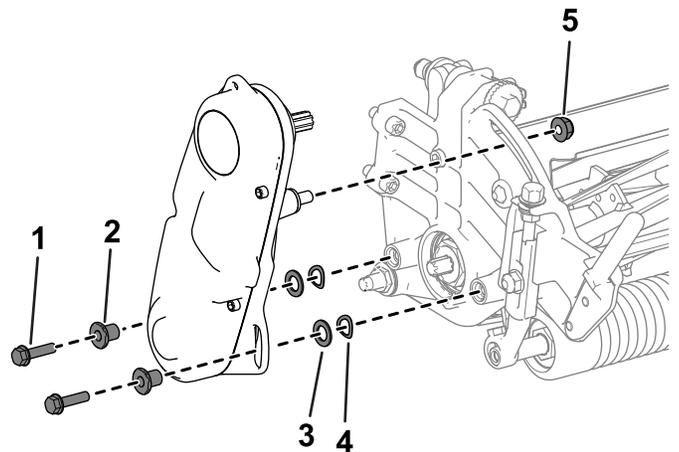

図 36
2. リール駆動アセンブリをサイドプレートに固定している部品を外す 図 36。
3. サイドプレートから、リール駆動アセンブリ、平ワッシャ、スプリングワッシャ、スペーサを外す 図 36。